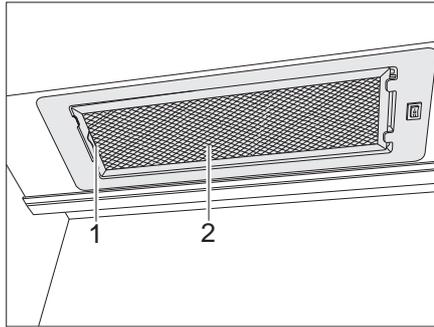

Bild 166 Dunstabzug
- Den Hebel (Bild 166,1) nach innen drücken.
- Den Filter (Bild 166,2) nach unten entfernen.